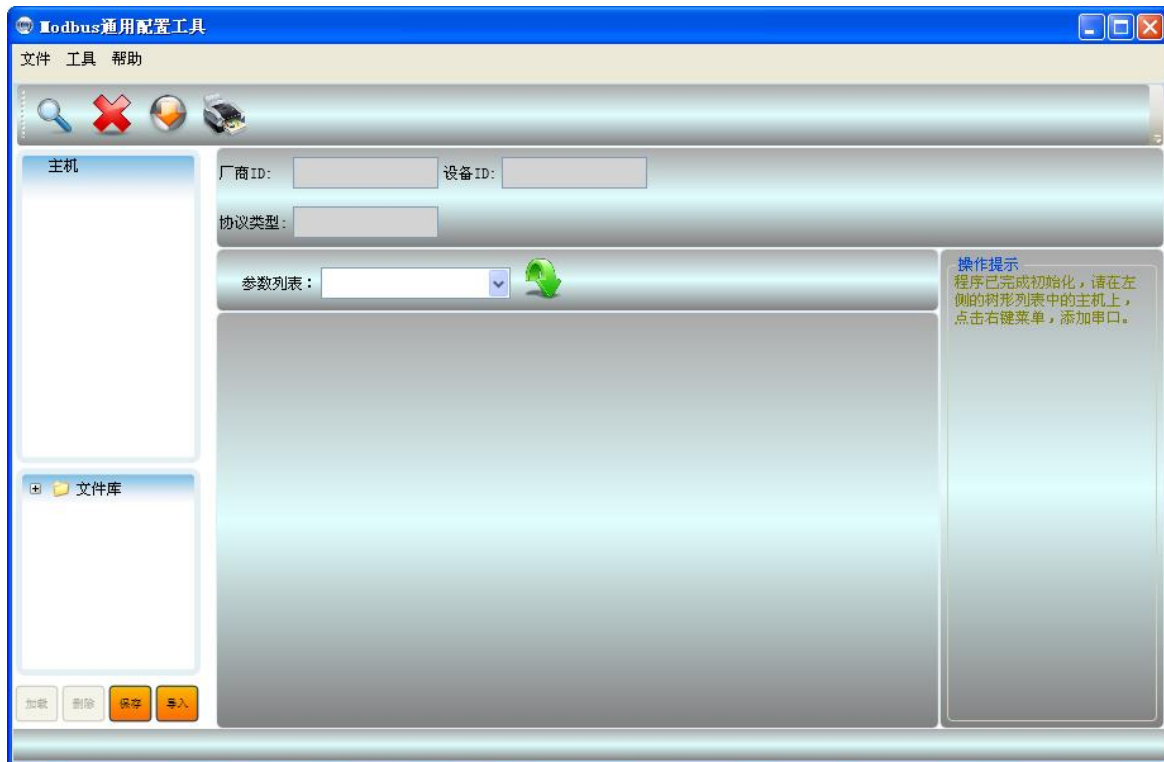

图 4.2 Modbus 通用配置工具
1) 打开电脑上的 Modbus 通用配置工具，界面如下图 4.2 所示：